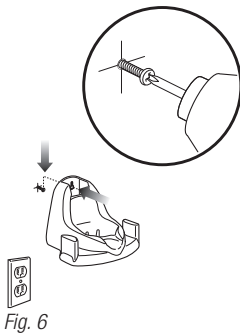

Fig. 6
- 4 Carefully measure and mark the location of all bracket holes and then drill holes and screw the charging base / wall mounting bracket onto the wall. (Screws not included.) **(fig. 6)**
- 4 Mesurez et marquez soigneusement l'endroit des trous du support, percez ensuite les trous et vissez le socle de chargement / support de montage mural au mur (vis non comprises). **(fig. 6)**
- 4 Mida y marque cuidadosamente la ubicación de todos los agujeros del soporte y luego haga las perforaciones y atornille el soporte de montaje a la pared. (Tornillos no incluidos.) **(fig. 6)**